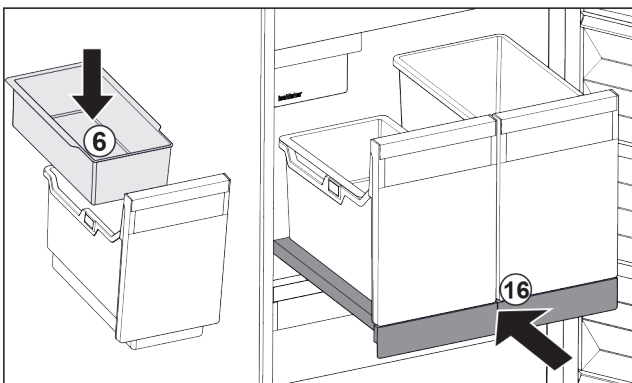

Fig. 107
- Einhängeschale Fig. 107 (6) für Eiswürfel einsetzen.
- Auszugsbord mit Behälter (IceTower) einschieben. Fig. 107 (16)